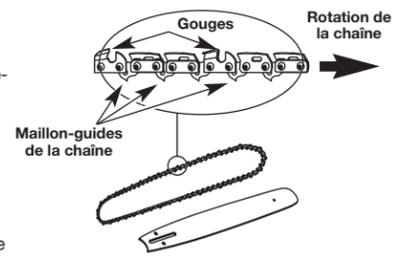

Fig. 36
1. Étalez la nouvelle chaîne coupante en la disposant en boucle et redressez les éventuels nœuds. Les gouges sur le dessus du guide doivent faire face à l'extrémité du guide, dans le sens de la rotation de la chaîne (Fig. 36). S'ils sont dirigés dans le sens inverse, retournez la boucle.
**REMARQUE** : Assurez-vous que la chaîne est correctement installée et que les gouges sont orientées dans la bonne direction (Fig. 36).